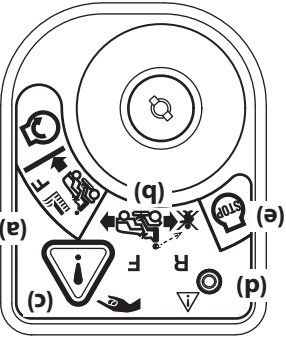

Figure 3-4
2. Déplacez la clé de la position de tonte normale (a) (verte) à la position de tonte en marche arrière (b) (jaune). Voir la Figure 3-4.
3. Appuyez sur le BOUTON-POUSSOIR DE MARCHE ARRIÈRE (Bouton triangulaire orange) qui se trouve dans le coin supérieur droit du module d'allumage. Le témoin lumineux rouge dans le coin supérieur gauche s'allume quand la marche arrière est embrayée. Voir la Figure 3-4.